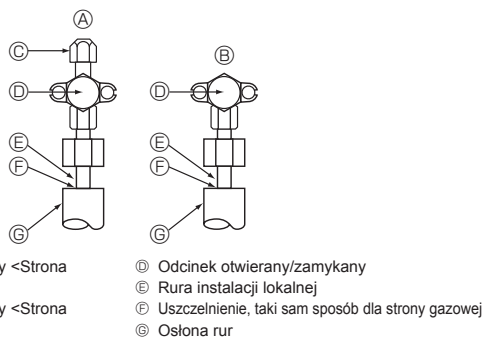

Fig. 4-4
4.4. Metoda testowania szczelności rur czynnika chłodniczego (Fig. 4-4)
- Jeśli ciśnienie spadnie w kroku (2) lub (3), istnieje wyciek gazu. Odszukać źródło wycieku gazu.